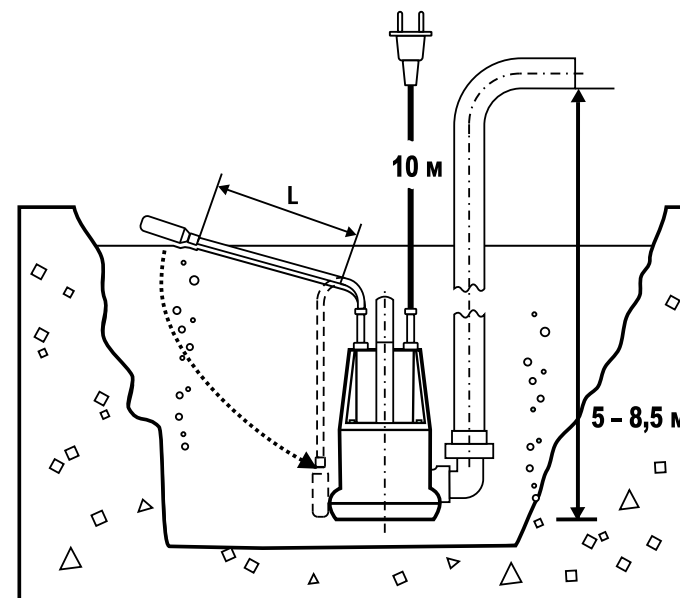

Рис. 4
4.3. Установите насос в необходимом месте. Изменением длины кабеля 3 на участке L (см. рис. 4) от выключателя 5 (рис. 1) до паза 4 отрегулируйте нижний (уровень выключения насоса) и верхний (включения) уровни воды в водоеме или емкости: увеличение длины указанного участка кабеля повышает уровень включения насоса и понижает уровень выключения.